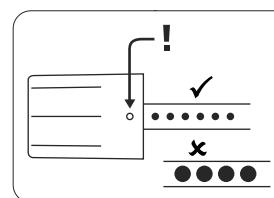

Abb. 5
- Schrauben Sie den Zylinder in der Tür fest und schieben Sie Innen- und Außenknauf bis an die Tür heran (Abb. 5).